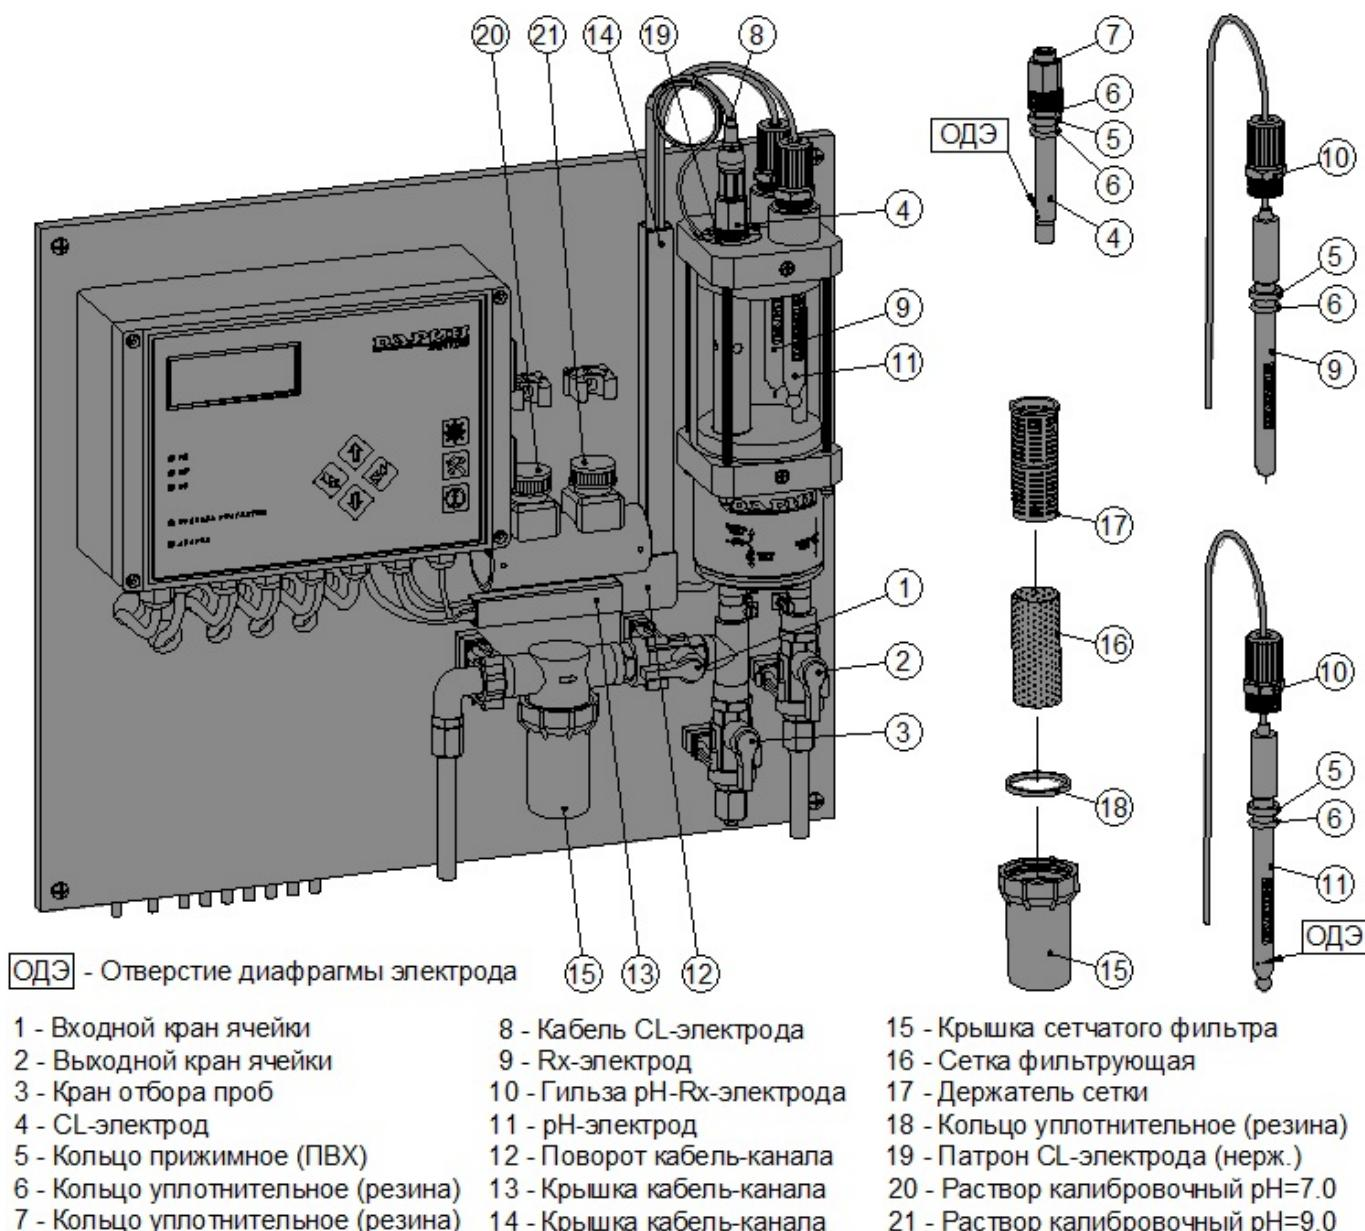

Рис. 4.4-1 Измерительная ячейка на панели управления
- закрыты входной и выходной краны измерительной ячейки, а также кран отбора проб (см. рис.4.4-1, поз.1, 2 и 3).
При установке CL-электрода обратить внимание на то, чтобы в стеклянной колбе электрода около отверстия диафрагмы электрода (ОДЭ, см. рис.4.4-1) не было пузырьков воздуха; при необходимости аккуратно встряхнуть электрод (как при обращении с термометром) и устранить воздух.
При установке pH-электрода обратить внимание на то, чтобы в стеклянном шарике на конце электрода и около отверстия диафрагмы электрода (ОДЭ, см. рис.4.4-1) не было пузырьков воздуха; при необходимости аккуратно встряхнуть электрод (как при обращении с термометром) и устранить воздух.